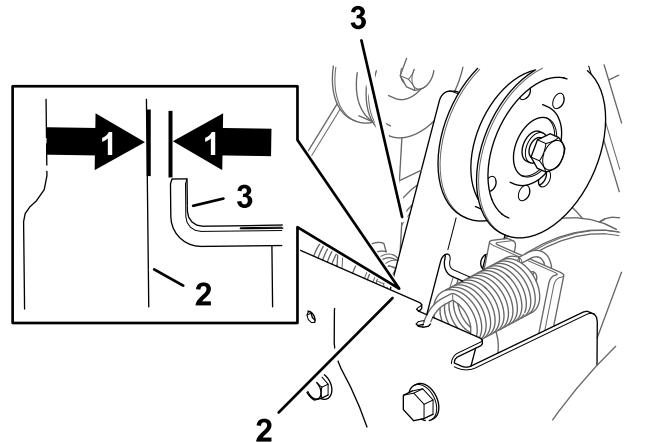

Figura 39
2. Con la palanca de activación del cepillo desengranada, compruebe que el espacio entre el brazo del embrague del cepillo y el bastidor de la máquina es de 1,5 mm, como se muestra en la Figura 39.